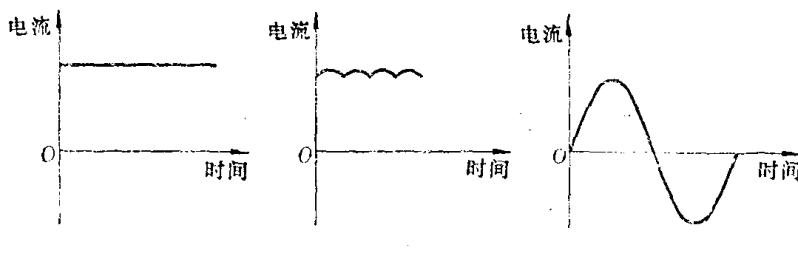

图 1-1
1. 直流电——方向固定不变的电流，叫做直流电。如干电池、蓄电池、直流发电机输出的电，都是直流电。方向固定不变，大小也不变的电流，叫做稳定直流电，如图 1-1(a) 所示。方向固定不变，而大小随时间改变的电流，叫做脉动直流电，如图 1-1(b) 所示。实际上直流电是脉动直流电和稳定直流电的统称。
2. 交流电——电流的方向和大小随时间作周期性变化的，叫做交流电，如图 1-1(c) 所示。一般从发电厂输出的电